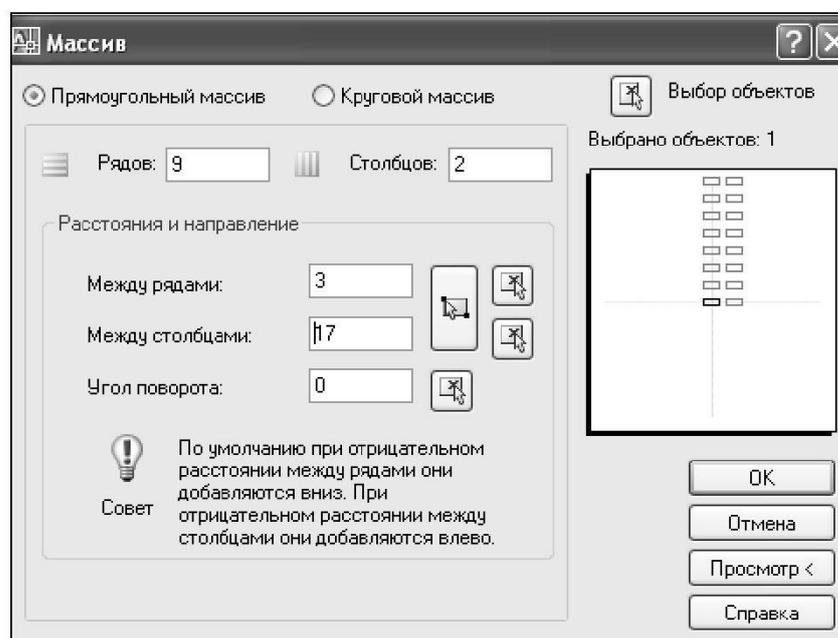

Рисунок 19. Диалоговое окно «Массив» (прямоугольный)
- 3 В диалоговом окне «Массив» (рис. 19) - выберите «Прямоугольный массив».